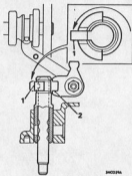

Abb. F.14
17. Schaltwelle im Gegenüberlagerarm freisetzen um den Ansatz und die Verschleißrolle von den Nibbeln abzurücken, Abb. F.14.